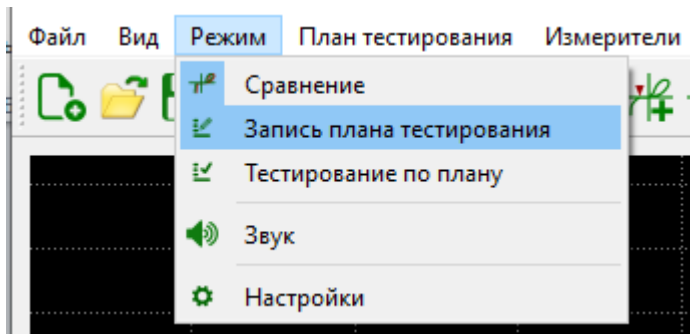

Рисунок 18. Внешний вид меню Режим
- В меню "Режим" -> "Запись плана тестирования" можно создать план тестирования, для снятия ВАХ эталонной платы (рисунок 18). Более подробная инструкция по работе с планом тестирования описана в разделе 6.
1. Для создания плана тестирования, перейдите в меню "Режим" -> "Запись плана тестирования" (рисунок 18).